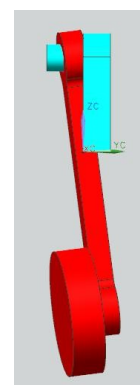

рис.22
- Обратите внимание на то, что во время анимации красный маховик “залезает” в материал голубого кронштейна (рис.22). Если не сделать специальных предварительных указаний, то система никак не зарегистрирует эти явления внедрения одной детали в материал другой детали. О том, как такие явления зарегистрировать, мы поговорим позднее.